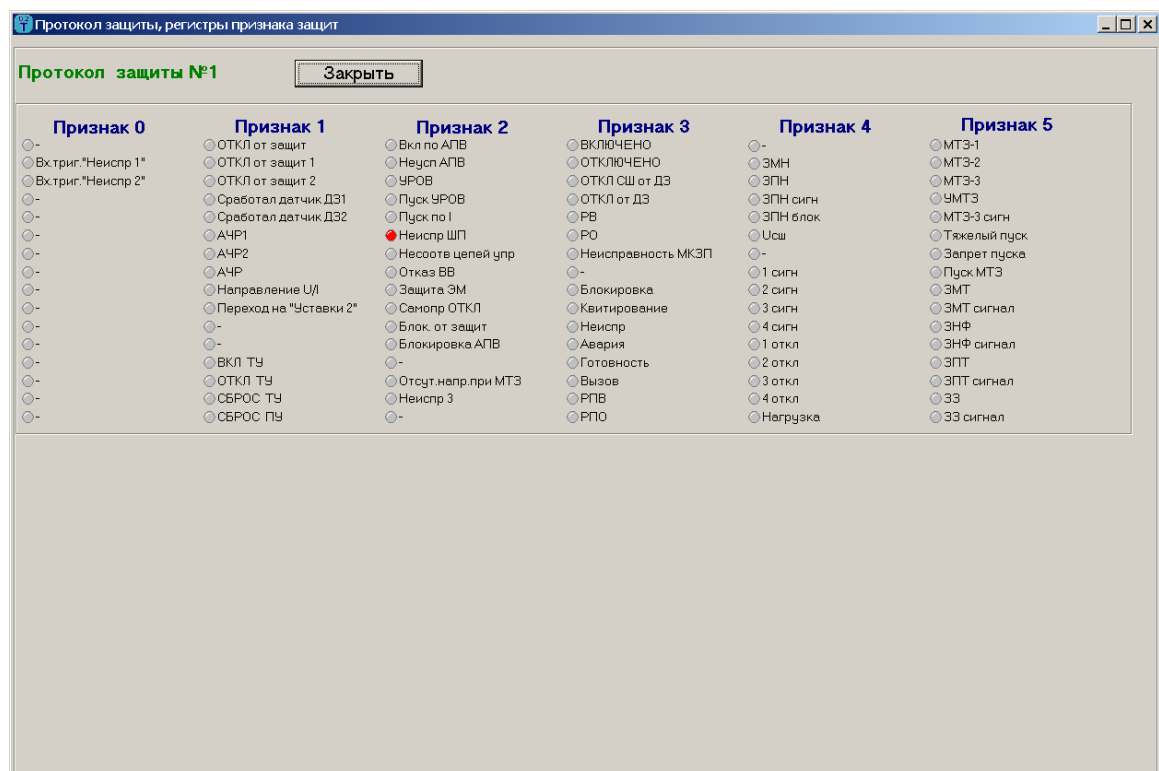

Рисунок 12. Дополнительная форма №3. «Протокол защиты, регистры признака»
14. Дискретные значения регистров признаков – отображают признак, по которому сформировался протокол. Подробную расшифровку регистров признаков можно посмотреть, нажав на кнопку «Посмотреть детально», находящуюся под указателем «Признак 5». При этом появится дополнительная форма №3 «Протокол защиты, регистры признака» (рисунок 12). В верхней части находится надпись, в которой выводится название группы параметров «Протоколы защит».